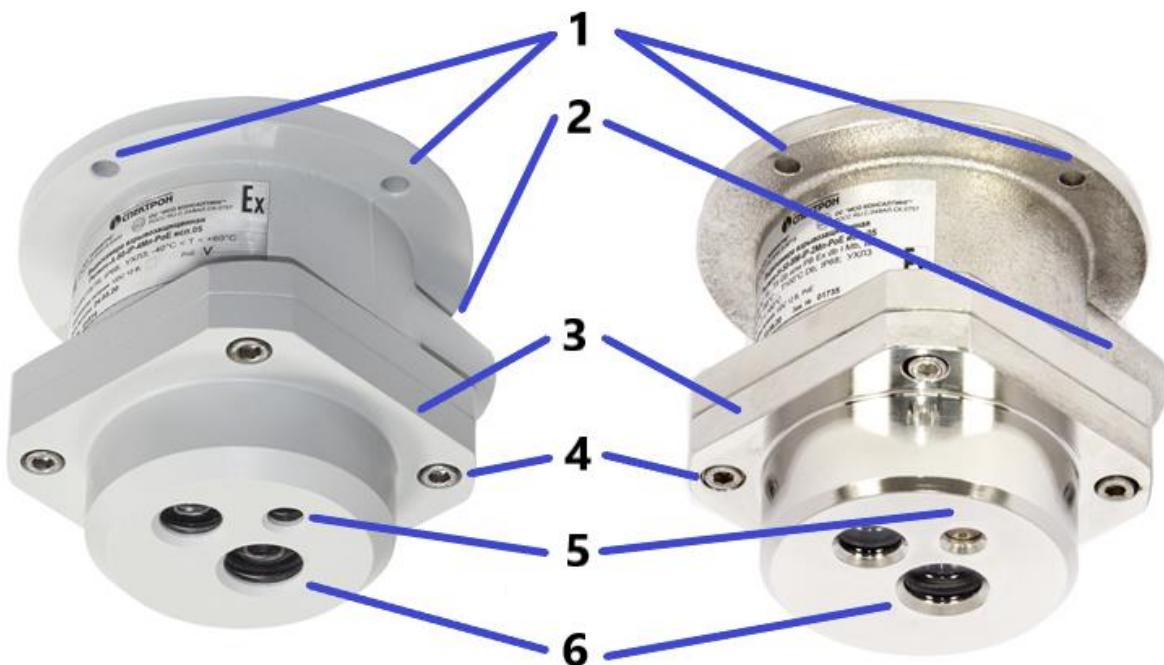

Рисунок 1 – Внешний вид видеокамеры
- Открутить фиксирующие винты (2) и отделить крышку (4) от корпуса видеокамеры. Отделять крышку осторожно, чтобы не повредить провода от видеомодуля, рис. 1.
- Через кабельные вводы (3) завести внешние питающий и сигнальный кабели, подключить их к плате коммутации видеокамеры согласно схеме подключения внешних подключений, приложение Б;
- Установить крышку (4) в корпус и закрутить фиксирующие винты (2), рис. 1.;